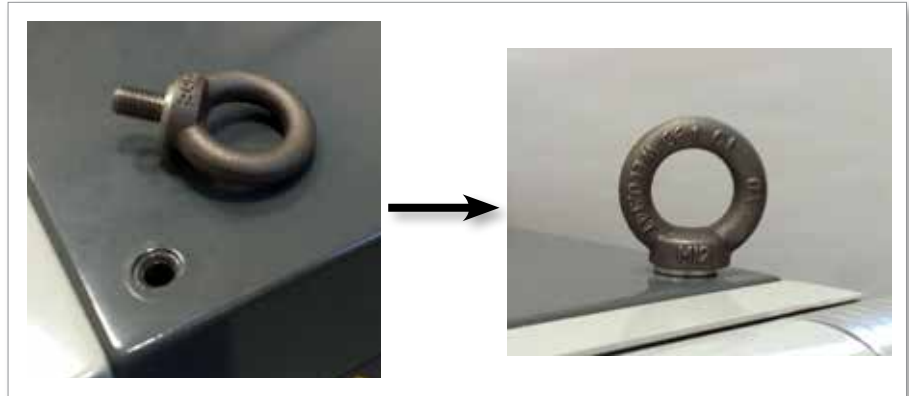

Abbildung 3-10 Augenschrauben und Unterlegscheiben montieren
6. Montieren Sie Augenschrauben und Unterlegscheiben und installieren Sie sie in den Löchern auf der Oberseite des E-Multi-Steuergeräts. Siehe Abbildung 3-10.